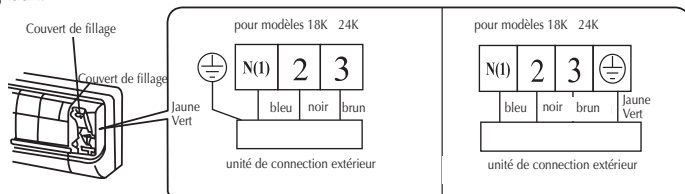

Fig.6
2. Dévissez les vis de fixation du panneau de revêtement et retirez ce dernier Fig 6.